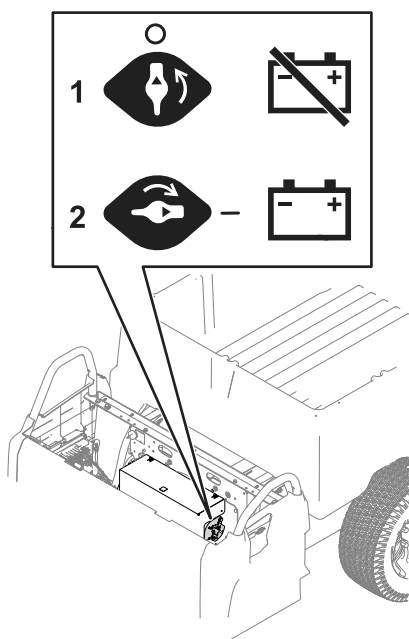

Figure 44
3. Tournez le coupe-batterie à la position voulue, comme montré à la Figure 44.